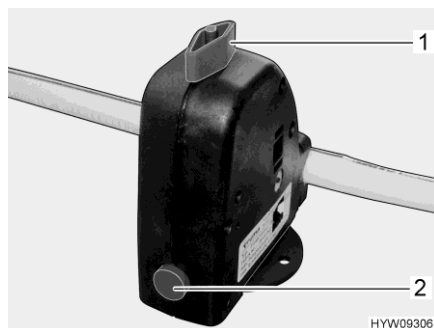

Fig. 221 Válvula de seguridad/purga (caldera)
La caldera está equipada con una válvula de seguridad/purga (Fig. 221). La válvula de seguridad/purga evita que el agua de la caldera se congele cuando no esté conectada la calefacción en caso de helada.
- Cerrar la válvula de seguridad/purga. Para ello, girar el botón giratorio (Fig. 221,1) a la posición transversal en referencia a la válvula de seguridad/purga y hundir el botón (Fig. 221,2).
- Abrir la válvula de seguridad/purga. Para ello, girar el botón giratorio (Fig. 221,1) a la posición longitudinal en referencia a la válvula de seguridad/purga. El botón (Fig. 221,2) salta hacia fuera. La caldera se vacía hacia fuera a través de la válvula de seguridad/purga.